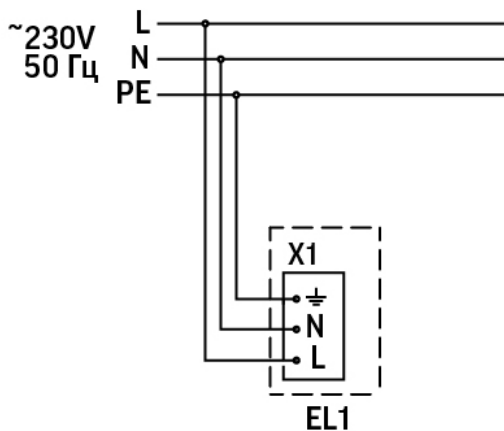

Рис. 1
- Электрическое подключение светильника осуществляется через клеммную колодку, установленную на внутренней поверхности корпуса светильника. Подключите сетевой провод к контактам клеммной колодки светильника строго в соответствии с маркировкой и схемой подключения (Рисунок 1). Сечение проводников кабеля должно быть не более 2,5 мм². Важно! ЗАЗЕМЛИТЕ СВЕТИЛЬНИК!